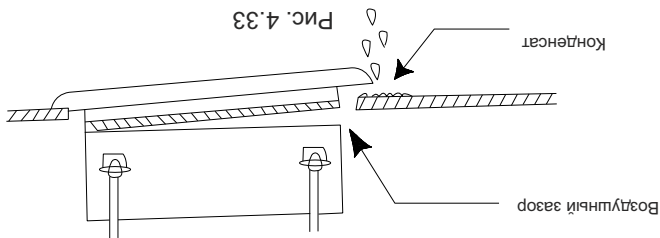

Рис. 4.33
- (2). Некорректное закручивание винтов и перекос панели может привести к неисправностям (см. Рисунок 4.33):